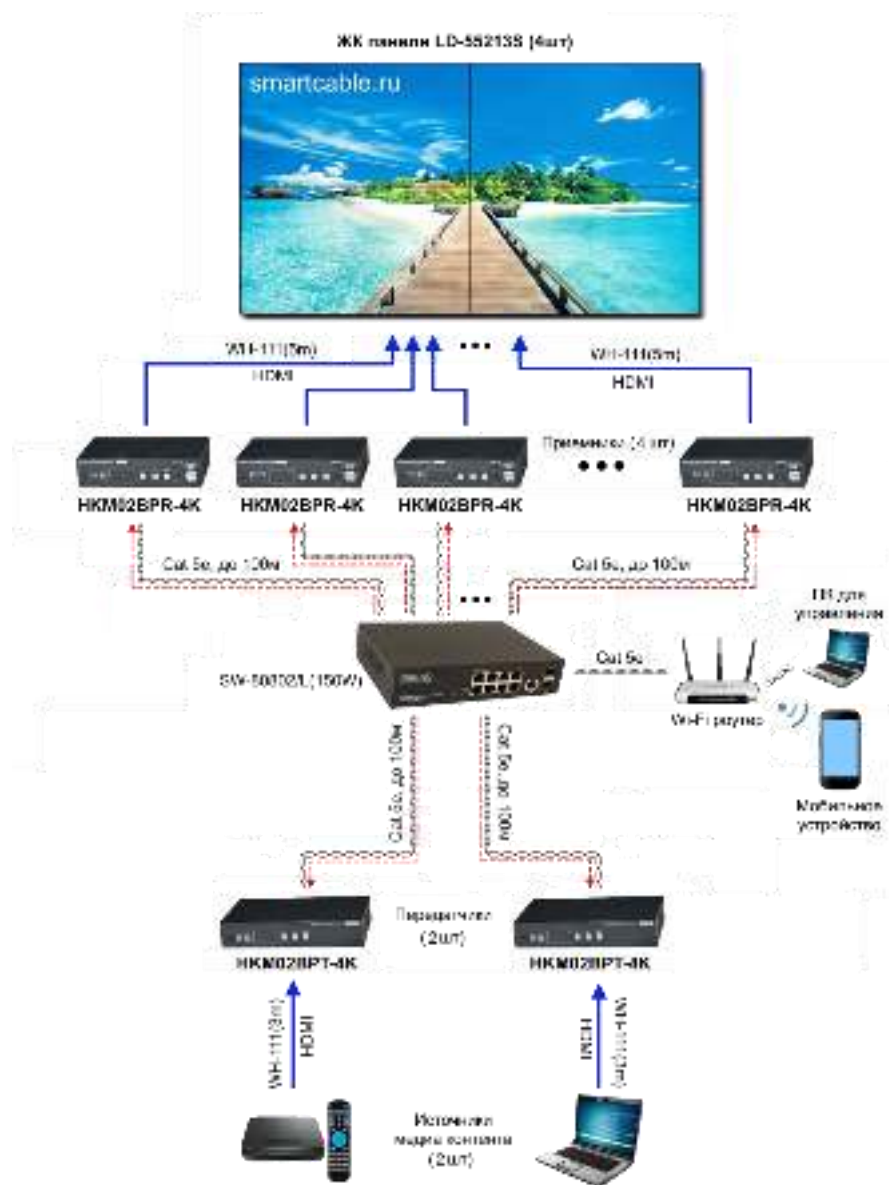

Рис.1 Схема подключения типового комплекта VW2255FSL
4. Подключите к ЖК панелям приемники НКМ02BPR-4К с помощью HDMI кабелей WH-111(5m) согласно схеме подключения (рис. 1). Приемники по желанию могут быть компактно установлены в 19" шкаф или стойку с помощью панелей TPN002U.
5. Подключите с помощью патчкордов из кабеля витой пары Cat 5e/6 необходимой длины приемники НКМ02BPR-4К к коммутатору SW-80802/L(150W) согласно схеме подключения (рис. 1).
6. Подключите с помощью патчкордов из кабеля витой пары Cat 5e/6 необходимой длины передатчики НКМ02BPT-4К к коммутатору SW-80802/L(150W) согласно схеме подключения (рис. 1).
7. Подключите источники медиа контента к передатчикам НКМ02BPT-4К с помощью HDMI кабелей WH-111(3m) согласно схеме подключения (рис. 1).